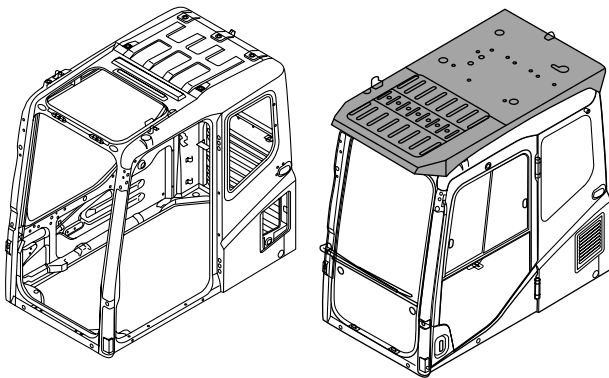

図13 キャブのフレーム構造とトップガード
(1) オペレータキャブは、プレス一体成型による強化フレーム構造で、衝撃吸収力を向上し、優れた耐久性を持たせ、上に別ガードを追加することなく、落下物からオペレータを守る労働安全衛生法のヘッドガード基準に適合する物にした。採石現場などの特に落下物の危険性の高い現場のために、ISOのOPG(運転者保護構造)レベル2を満たすトップガードとフロントフルガードをアドオンで装着できるオプションとして準備した。(図13)